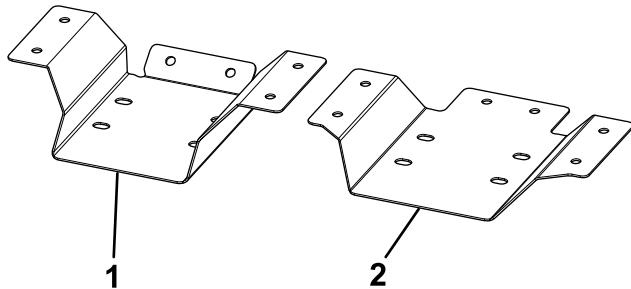

Figure 1
1. Reportez-vous à la Figure 1 pour savoir quelle plaque de montage extérieure utiliser avec le modèle de votre épandeur.